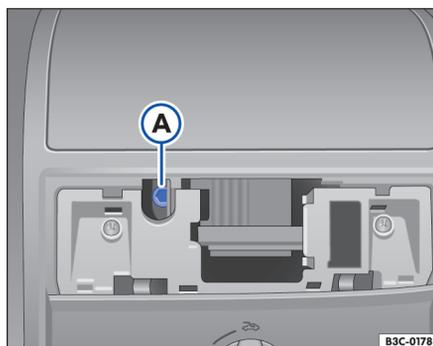

Fig. 177 Tornillo Allen para cerrar el techo corredizo y deflector.
- Introduzca una llave Allen¹⁾ corriente de 4 mm en el tornillo Allen ⇒ fig. 177 \(A\).